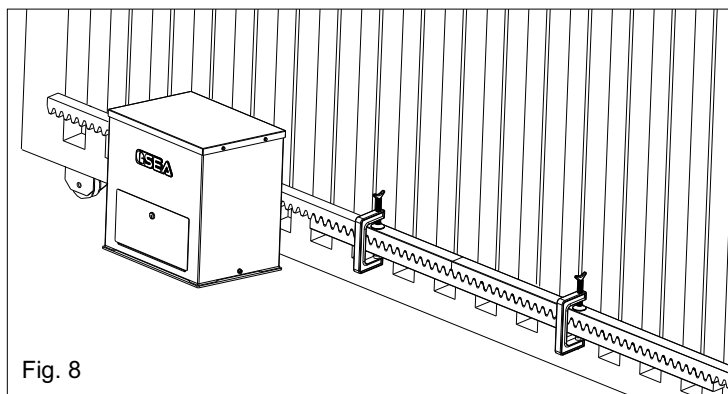

Fig. 8
5.4. S'assurer que tous les éléments de la crémaillère sont parfaitement alignés et positionnés correctement (denture en phase). Il est conseillé d'opposer à deux éléments successifs un troisième comme indiqué dans Fig. 8;